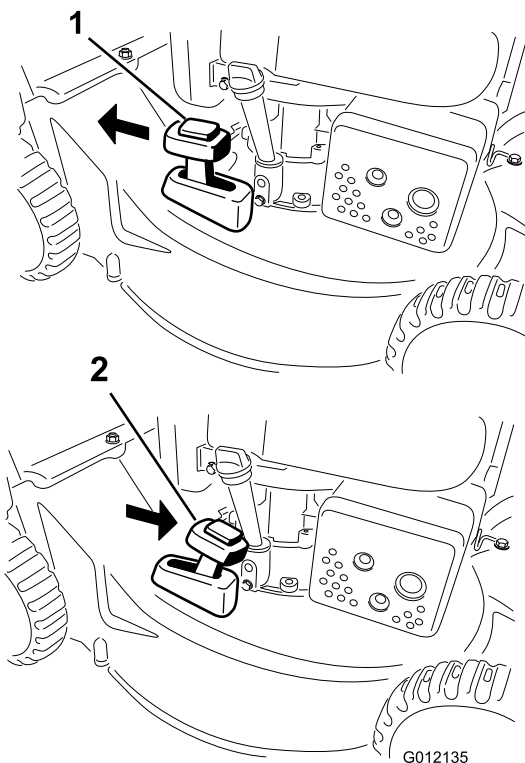

Bild 17
Schieben Sie den Hebel für den zuschaltbaren Grasfangkorb in die RECYCLING-Stellung, um das Schnittgut zu recyceln (Bild 17).
- Setzen Sie den Fangkorb ein, siehe Montieren des Fangkorbs \(Seite 13\), und stellen den Hebel für den zuschaltbaren Fangkorb in die BAGGING-Stellung, wie in Bild 17 abgebildet.
**Hinweis:** Nehmen Sie ggf. den Fangkorb von der Maschine ab, bevor Sie das Schnittgut hinten auswerfen, siehe Entfernen des Fangkorbs \(Seite 13\). Der Hebel für den zuschaltbaren Fangkorb sollte in der BAGGING-Stellung sein, wie in Bild 17 abgebildet.